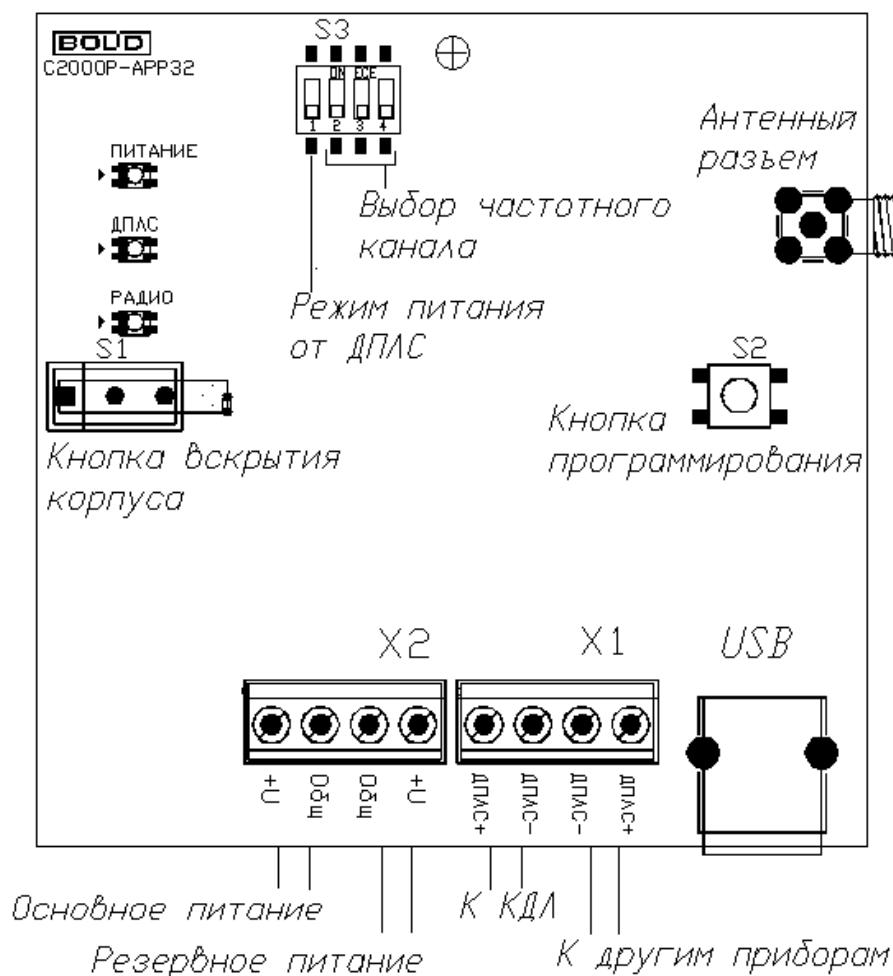

Рисунок 4.1 «С2000P-APP32»
Существует два режима питания APP32, выбор режима осуществляется посредством переключателя S3.1 (см. Рисунок 4.1).
**В режиме питания от внешних источников**, подключаемых к клеммам X2 (см. Рисунок 4.1), при штатной работе системы отсутствует потребление из сети ДПЛС. В данном режиме APP32 контролирует напряжение внешних источников питания, которое должно находиться в диапазоне от 9 до 28 В.
АРР32 имеет три двухцветных светодиодных индикатора (см. Рисунок 4.1):
2. Подключите антенну, входящую в состав прибора, к антенному РЧ разъему на плате (см. Рисунок 4.1);
Выбор РЧ канала осуществляется вручную посредством переключателей S3.2—S3.4 (см. Рисунок 4.1), либо в автоматическом режиме. После выбора канала APP32 и все подключённые к нему РУ переходят на выбранный канал в течение 90 с.
Процедура запускается посредством комбинации нажатий кнопки программирования **S2** (см. Рисунок 4.1) «*двойное короткое – длинное*». Процедура анализа занимает 4 минуты, при этом подаётся световая индикация: «Питание» и «ДПЛС» выключены, «Радио» поочерёдно мигает зелёным и жёлтым с частотой 4 раза в секунду.
- Установите переключатели S3.2, S3.3 и S3.4 (см. Рисунок 4.1) в положение «On».